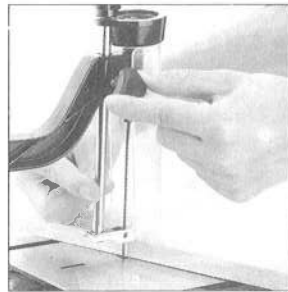
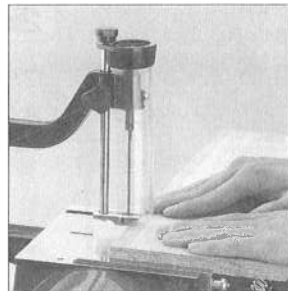

図11
図12
- ①ブレードの張力をブレード張力調整ネジで調整してください。
- ②材料をテーブルの上に水平に置いてください。
- ③材料押え支柱固定ネジをゆるめ、材料の上に材料押えを軽く置いてネジを締めてください。(図11参照)
- ④材料がスムーズに動くように締めてください。
- ⑤ブレード安全カバーを正確に締めつけてください。
- ⑥切断はブレードの刃の方向から押えながら切断に合わせて、軽く押し出すようにしてください。(図12参照)
- ⑦硬い材料、厚い材料を切断するときは低速にし、オイルを切断部につけますとスムーズに切れます。
- ⑧本機の付属品として、木工用ブレード(細目)と荒目の2種がついています。細目は小さなカーブや円切りに適しています。荒目は大きなカーブや直線切りに適しています。